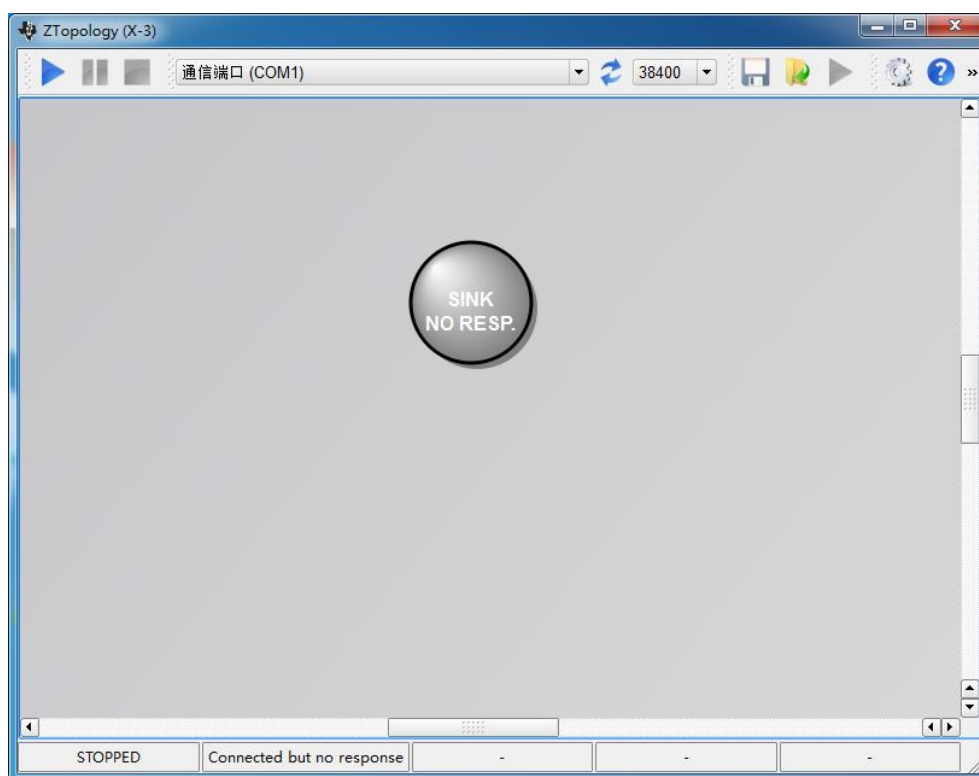
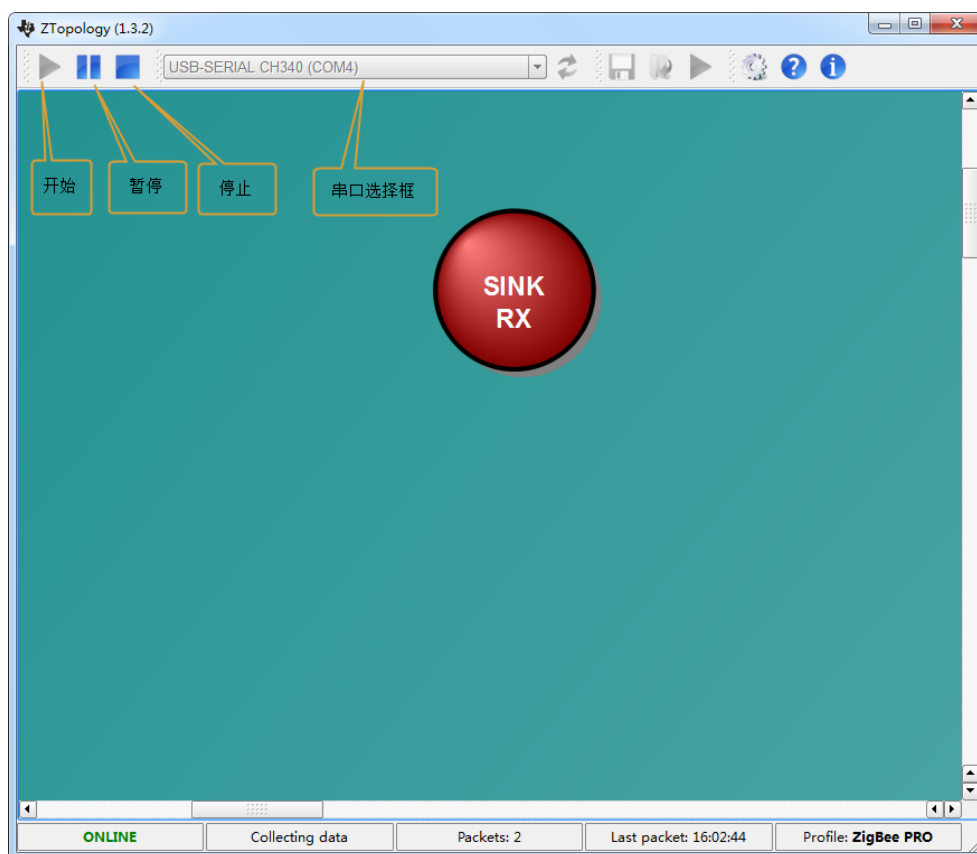
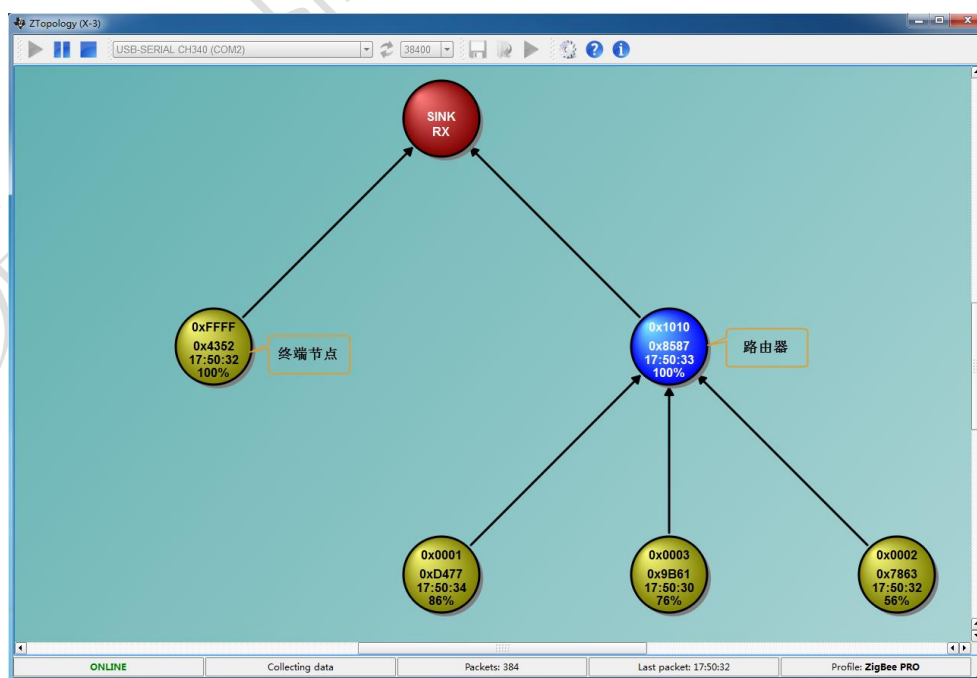
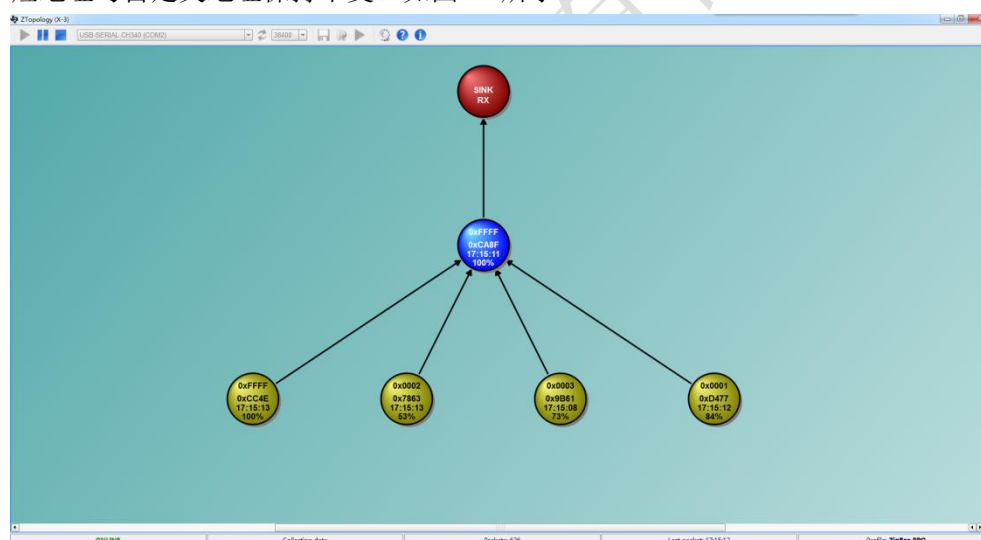

图 8 ZTopology 界面
图 9 ZTopology(X-3)
图 10 两个路由器 ZTopology
图 12 寻找父节点
- V3 版本请使用 ZTop 工具，V1，V2 版本请使用 ZTopology。以下以 V3 版本为例。下载并安装 ZTop 软件。成功安装软件后，将配置成协调器的 ZG-Mxx 模块，连接到 PC 端的串口上。此时打开 ZTopology 软件版本为 X-3，其整个界面如图 8 所示。
- 在 ZTopology 软件界面中，串口选择框上选择协调器的串口号。然后点击开始按钮，此时 ZTopology 中的圆圈变成暗红色，表示协调器已经在线。如图 9 所示。
- 在图 9 的界面中，按下方形的停止按钮，使 ZTopology 处于停止状态，其效果如图 8 所示。接下来将每个路由器依次上电，直到每个路由器都正常的加入网络，即 x 绿色灯 2s 闪烁一次。接着按下 ZTopology 界面中的开始按钮。此时 ZTopology 的界面如图 10 所示。
- Zigbee 终端节点在失父节点时，会自动寻找其它的父节点。比如将图 10 中的协调器关闭，其孩子节点就会以 rejoin 的方式加到旁边的路由器中，在此过程中 zigbee 短地址与自定义地址保持不变。如图 12 所示。